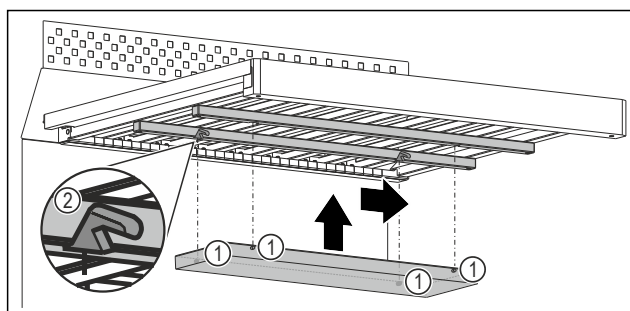

Fig. 110 Beispielhafte Darstellung
- Jeden Zapfen Fig. 110 (1) in die entsprechende Aussparung Fig. 110 (2) an den Leisten unter dem Holzrost einschieben.